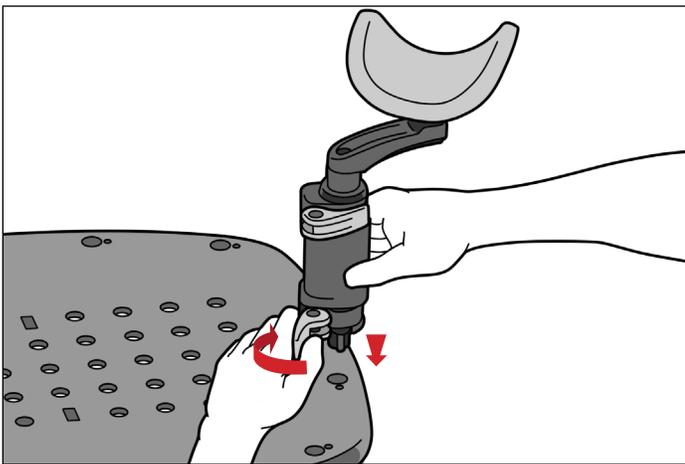

FIGURE 15
1. Pour fixer le repose-poignet, aligner les deux chevilles en bas du repose-poignet avec les deux trous correspondants dans la surface patient. (Figure 15)